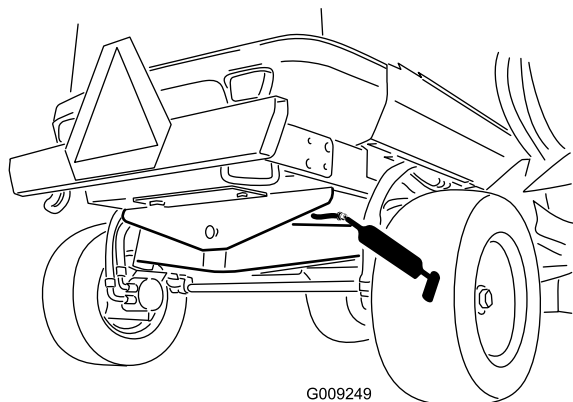

Рисунок 51
- Втулка шарнира заднего моста (1 шт.) (Рисунок 51)